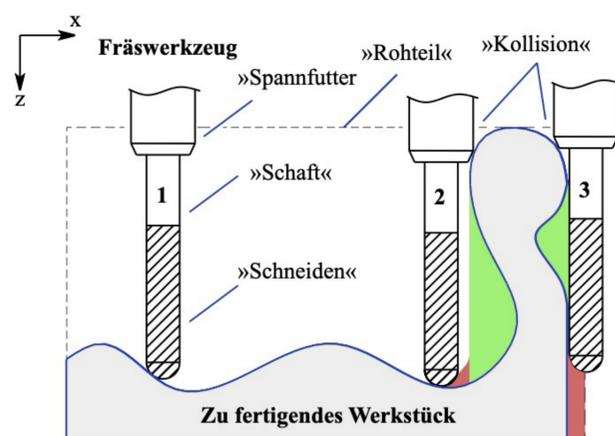

Abb. 3: Werkzeugzugänglichkeit an einem Werkstück. Die roten (Kollisionsbereiche) und grünen Bereiche (Unterschneidungen) sind für das Fräswerkzeug unzugänglich
- Das Fräswerkzeug muss zu jedem Bearbeitungspunkt des Werkstücks gelangen können (siehe Abbildung 3).